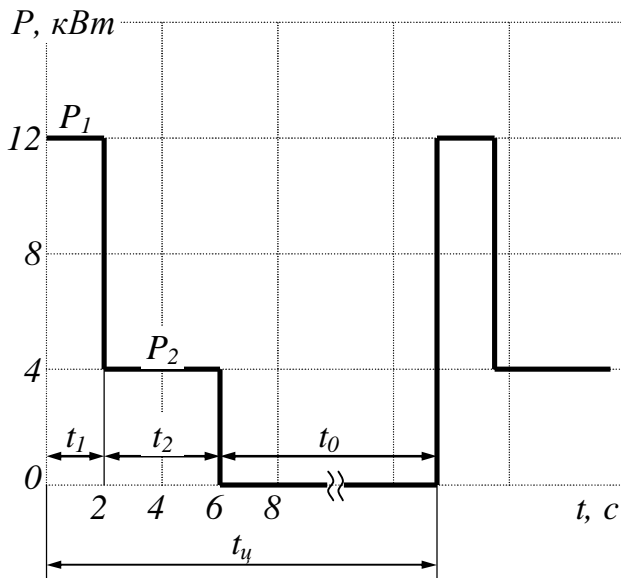

Рис. 9.1
**9.11.** Визначити розрахункову потужність і вибрати за каталогом трифазний асинхронний електродвигун який має короткозамкнений ротор з числом пар полюсів  $p = 3$  для приводу механізму. Графік навантаження цього двигуна зображено на рис. 9.1. Погіршення умов охолодження в період пауз при розрахунку не береться до уваги.